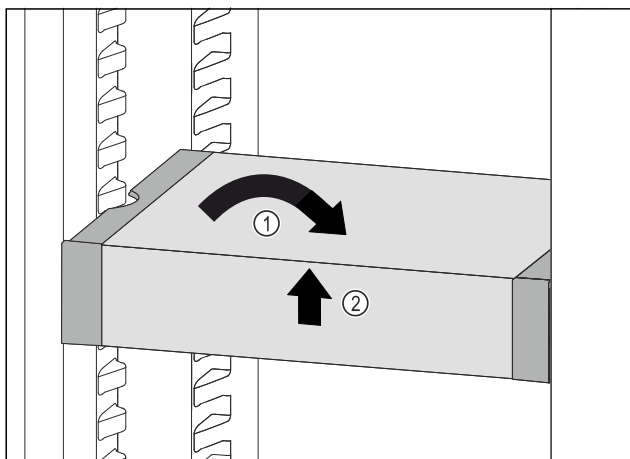

Fig. 131
- VarioSafe postavte rovně. Fig. 131 (1)
- VarioSafe vpředu zvedněte. Fig. 131 (2)